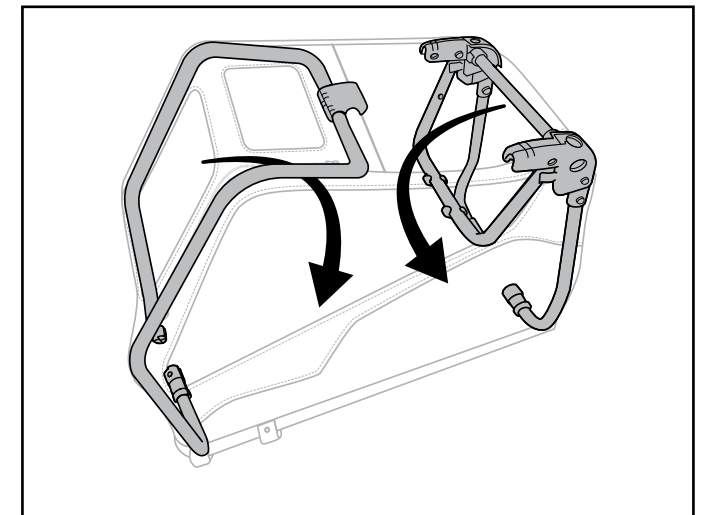

Figure 10
4. Repliez le cadre arrière vers le bas, puis le cadre avant (Figure 10).